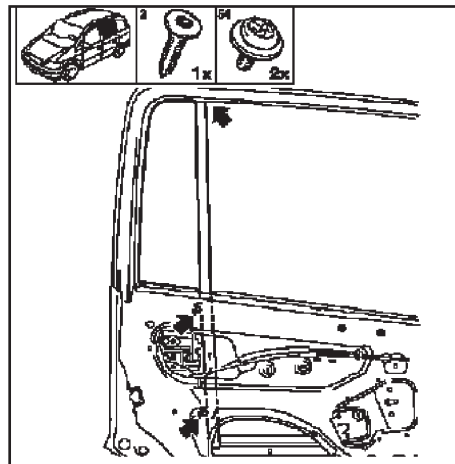

Fig.Car.24
- Abaisser la vitre, déposer le joint (1), la glissière (2) avec la vitre (4) et retirer la glissière de la glace latérale (Fig.Car.24).